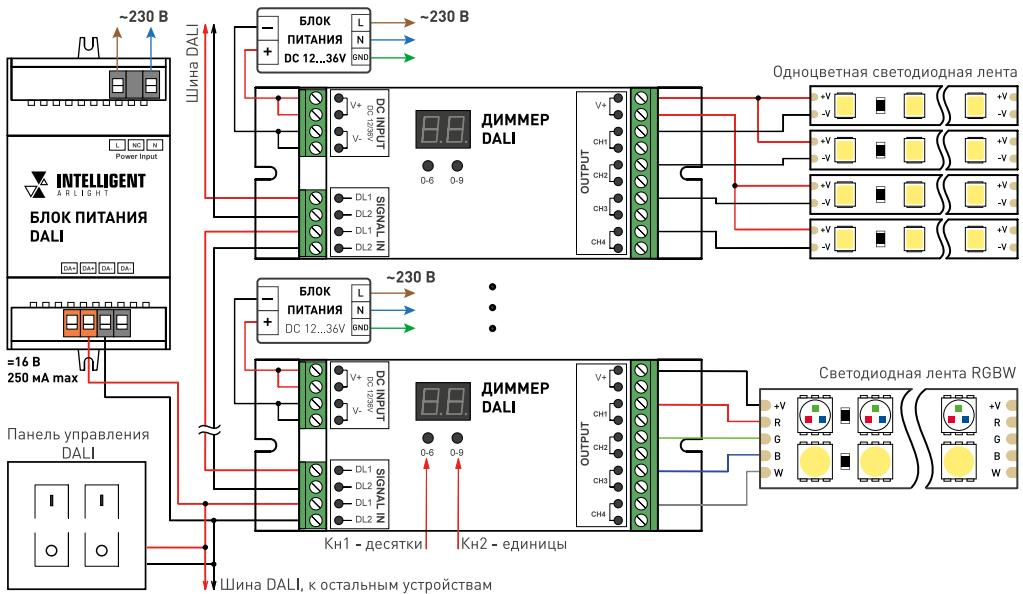

Рисунок 1. Схема подключения диммера для использования с одноцветной и RGBW-лентой.
- Подключите светодиодную ленту или другой совместимый светодиодный источник света к выходу диммера, соблюдая полярность и порядок подключения проводов [Рис. 1].